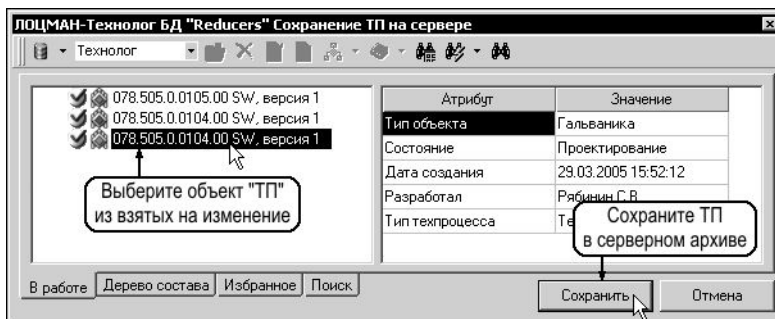

Рис. 12.10. Сохранение ТП в серверном архиве
5. Если на изменение взято несколько объектов «Технологический процесс», выберите требуемый объект и нажмите кнопку **Сохранить** (рис. 12.10).